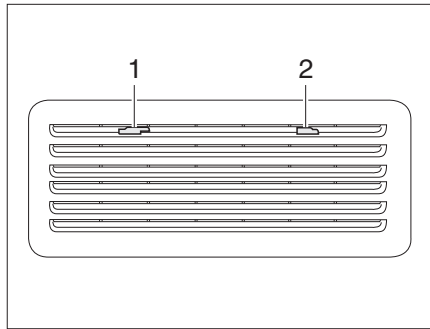
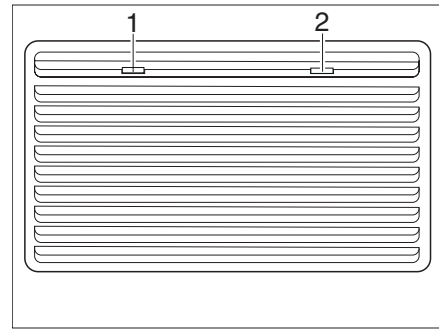

Bild 322 Kühlschrank-Lüftungsgitter (Thetford)
Bild 323 Kühlschrank-Lüftungsgitter (Thetford groß)
- Arretierungen (Bild 322,1 und 2 bzw. Bild 323,1 und 2) zur Mitte schieben.